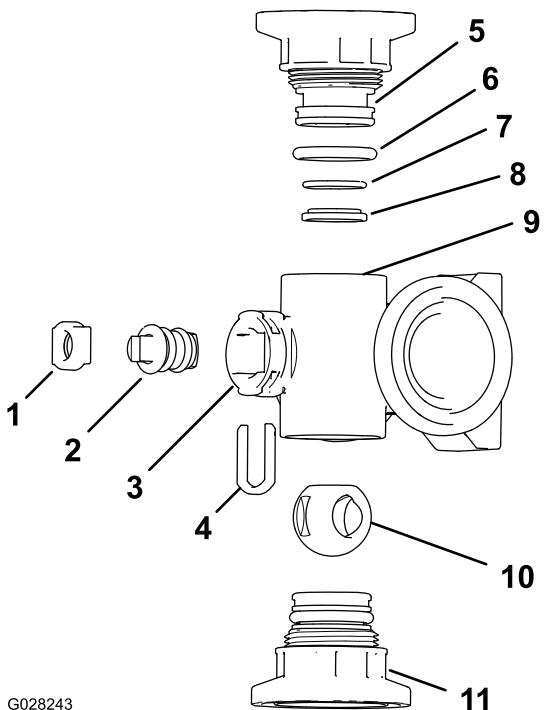
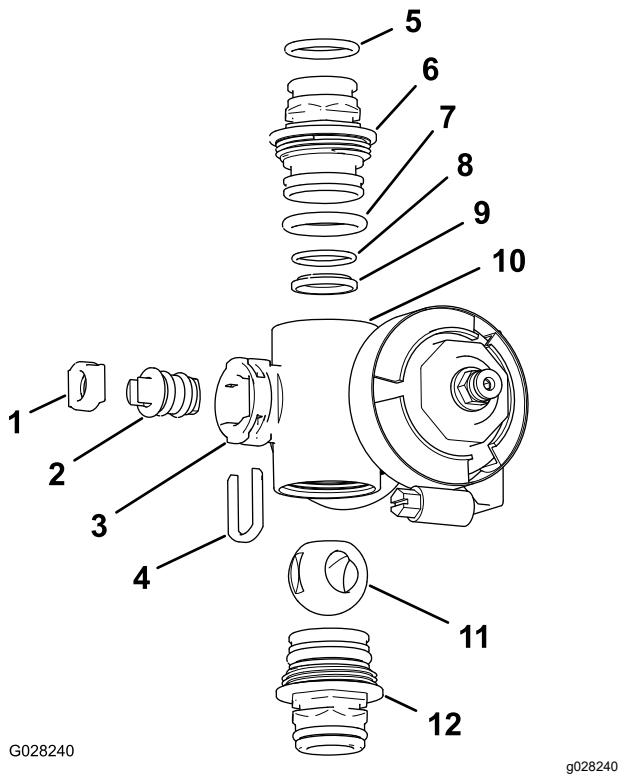

Рисунок 119
Рисунок 120
2. Снимите два штуцера торцевой крышки в сборе с каждого конца корпуса коллектора (Рисунок 119 и Рисунок 120).
4. Извлеките держатель штока из пазов в отверстии штока в коллекторе (Рисунок 119 и Рисунок 120).
5. Снимите держатель штока и седло штока клапана с коллектора (Рисунок 119 и Рисунок 120).
6. Просуньте руку внутрь корпуса коллектора и извлеките оттуда шток клапана в сборе (Рисунок 119 и Рисунок 120).
1. Проверьте состояние уплотнительных колец выпускных штуцеров (только коллектор клапана секции), уплотнительных колец торцевых крышек, задних уплотнительных колец седла и седла шарового клапана на отсутствие повреждений или износа (Рисунок 119 и Рисунок 120).
2. Нанесите силиконовую консистентную смазку на шток клапана и вставьте его в седло штока клапана (Рисунок 119 и Рисунок 120).
3. Вставьте шток и седло клапана в коллектор и закрепите шток и седло держателем штока (Рисунок 119 и Рисунок 120).
4. Убедитесь, что заднее уплотнительное кольцо седла и седло шарового клапана выровнены и правильно установлены в штуцере торцевой крышки (Рисунок 119 и Рисунок 120).
5. Установите штуцер торцевой крышки в сборе на корпус коллектора так, чтобы фланец штуцера торцевой крышки касался корпуса коллектора (Рисунок 119 и Рисунок 120), затем поверните штуцер торцевой крышки еще на 1/8–1/4 оборота.